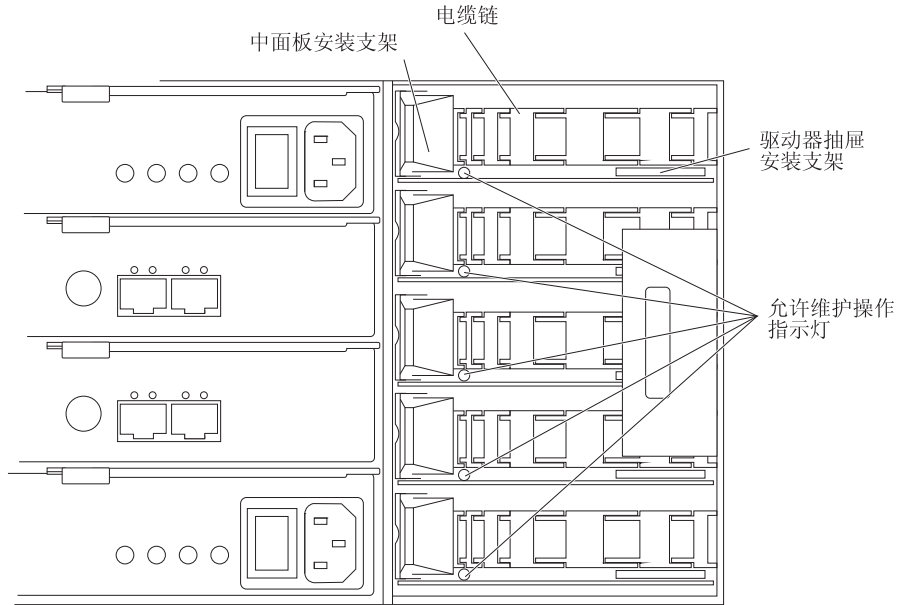

图 87. 已卸下右侧风扇组合件的存储扩展机柜的后视图
- a. 在驱动器机柜的后部，卸下右侧风扇组合件。请参阅第 129 页的『更换风扇组合件』，以了解卸下风扇组合件的步骤。图 87 显示卸下了风扇组合件的区域。